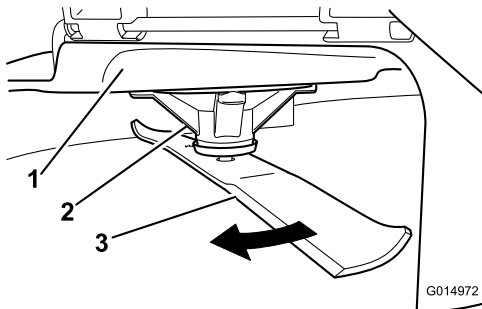

Рисунок 66
2. Одягаючи рукавички з товстими підкладками або інший належний засіб захисту рук, повільно поверніть ніж в положення, яке дозволяє вимірювати відстань між ріжучою кромкою та рівною поверхнею, на якій знаходиться пристрій (Рисунок 66).